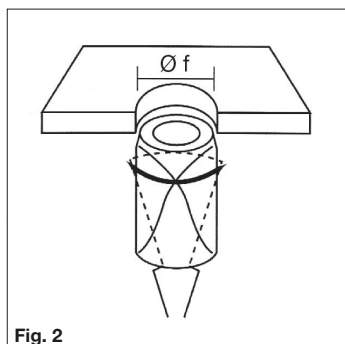

Fig. 2
- Tenendo fermamente i terminali, inserire la copertura attraverso il foro che ospiterà il faretto (Fig. 2).
- Holding the terminals firmly, insert the cover through the hole that will house the downlighter (Fig. 2).